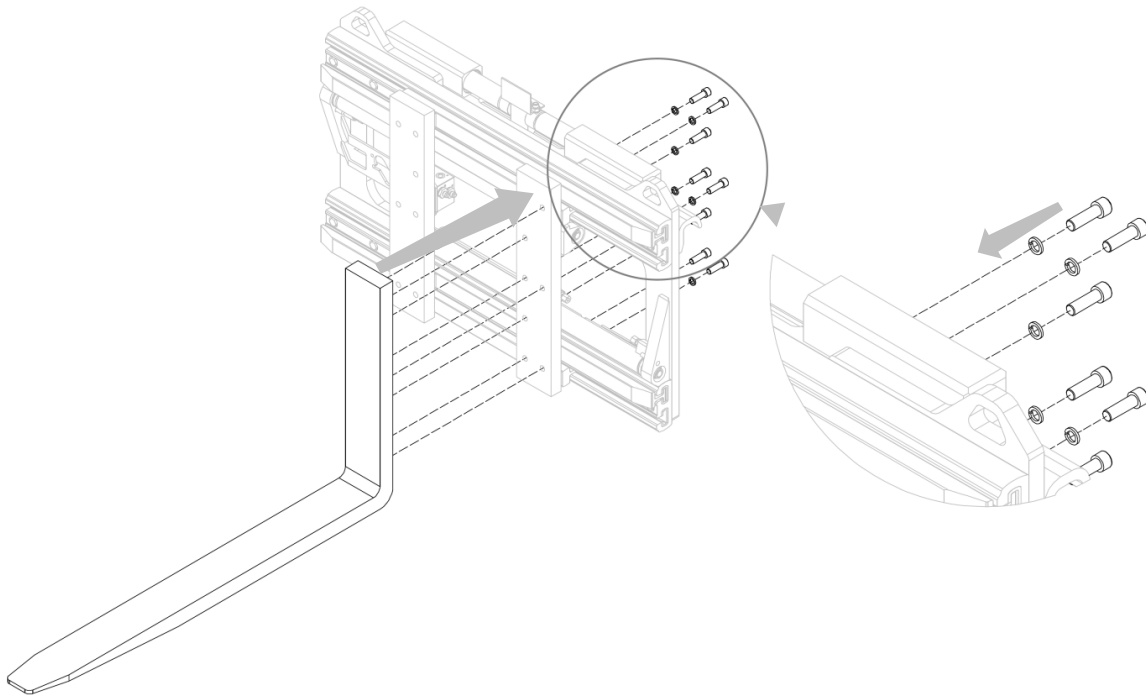

Figure 11
2. Appliquer les fourchettes sur les fourchettes, en serrant les vis de fixation (voir *Figure 11*).